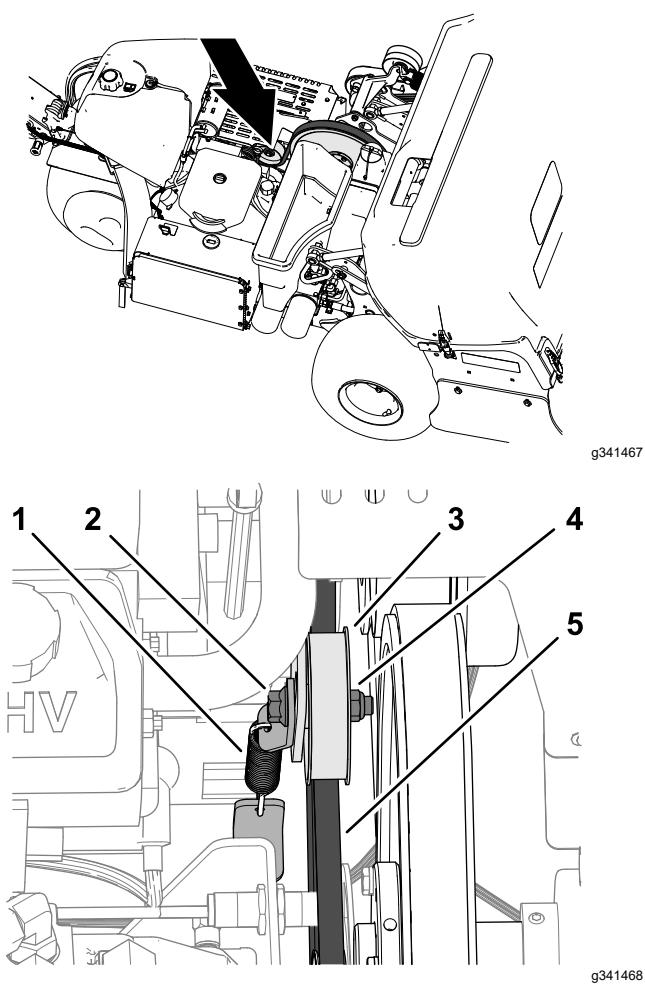

Bild 165
3. Lösen Sie die Bundkopfschraube und die Sicherungsbundmutter, mit der die Spanscheibe der Hydraulikpumpe befestigt ist, bis sich die Schraube im Schlitz der Spanscheibenstütze bewegt (Bild 165).